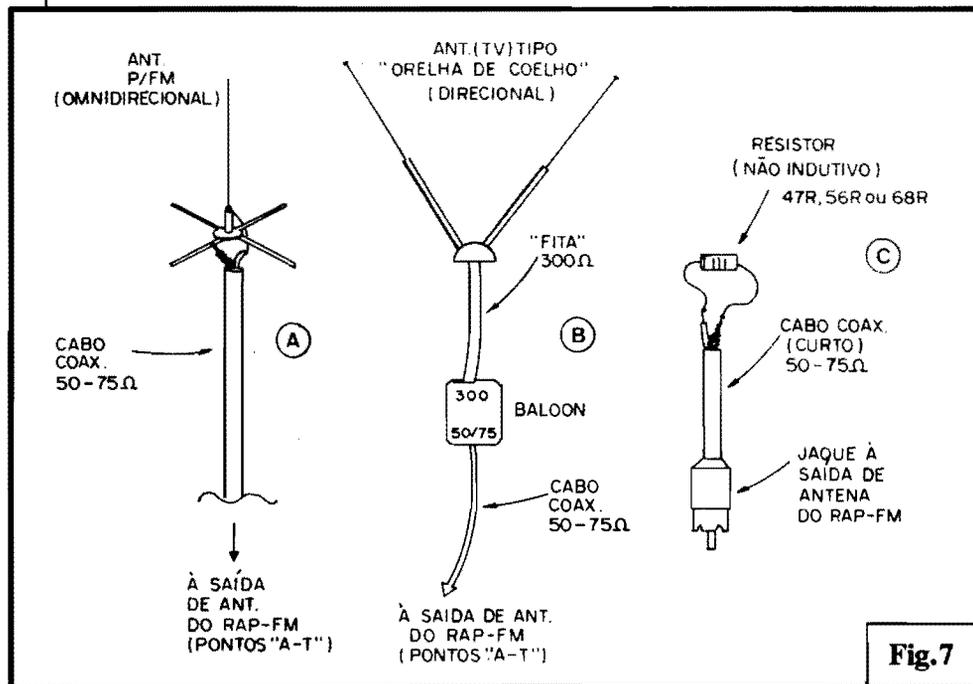

Fig.7
- **FIG. 7 - O SISTEMA DE ANTE-NA...** - Um ponto "crucial" para o bom rendimento/alcance da RAP-FM encontra-se no sistema de antena... Um "toquinho" de fio rígido, ou uma pequena antena telescópica, proporcionarão um alcance de algumas dezenas de metros (no máximo algumas centenas...). Já se a intenção é realmente "chegar longe", uma antena específica para a faixa de FM, instalada em ponto elevado, é obrigatória...